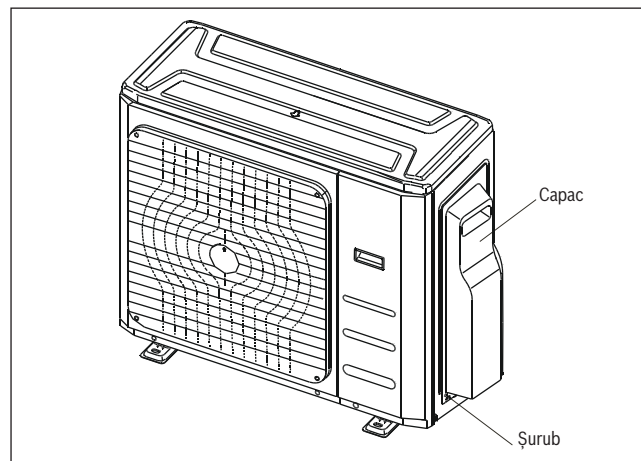

Fig. 22.
2. Îndepărtați capacul electric al unității exterioare. Dacă nu există niciun capac pe unitatea exterioară, dezasmblați bolțurile de pe placa de întreținere și îndepărtați placa de protecție. (A se vedea fig. 22)